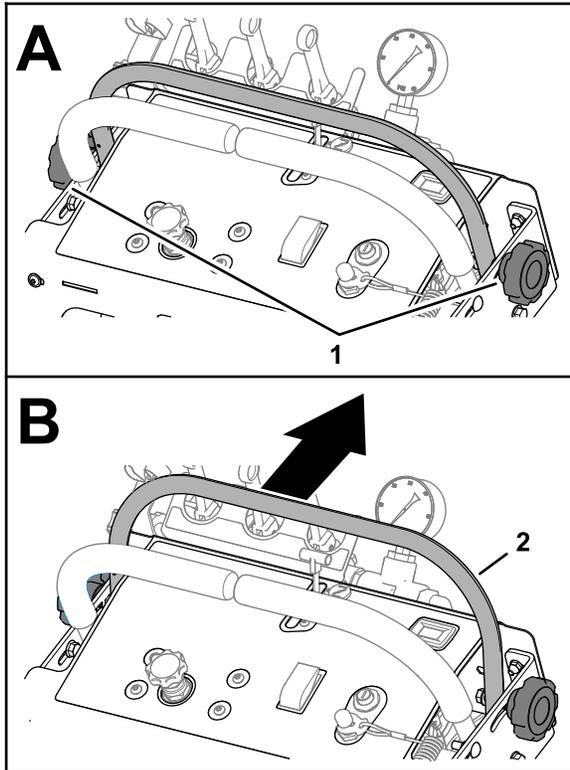

Figure 95
2. Desserrez les 2 boutons qui fixent la barre de commande de vitesse et poussez la barre en avant (Figure 95).